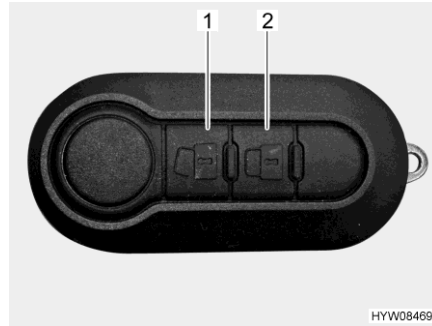

Fig. 32 Telecomando (chiusura centralizzata)
- Premere una volta brevemente il tasto  (Fig. 32,1). Le serrature sono sbloccate. Il bottone di sicurezza scatta automaticamente all'infuori.
- Premere una volta brevemente il tasto  (Fig. 32,2). Le serrature sono bloccate. Il blocco delle serrature viene segnalato tramite gli indicatori di direzione del veicolo.